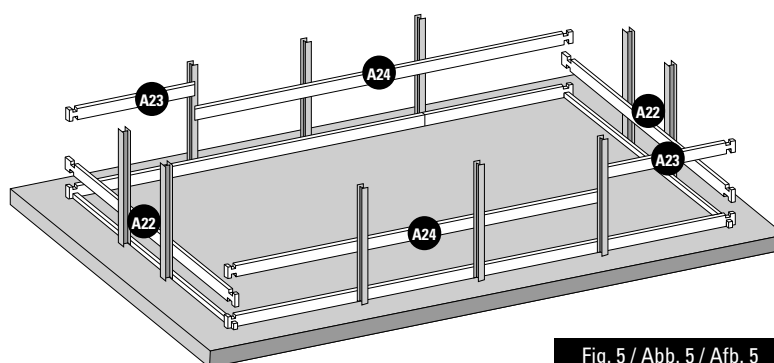

Fig. 5 / Abb. 5 / Afb. 5
- EN** **2nd LAYER OF BOARDS:** • Install the second layer of boards as shown in figure 5. • There is a wooden wedge in the structure packet to correctly assemble the boards. • Never directly hit against the boards. You would damage the pegs and would weaken the structure. Do not hit them with anything metallic. This would inevitably damage the wood. • Try to correctly assemble the boards right from the start. There should not be any space between each layer of boards to avoid maladjustment of the higher boards.
- FR** **2^{ÈME} RANGÉE DE MADRIERS :** • Positionnez les madriers de la deuxième rangée conformément à la figure 5. • De manière à emboîter correctement les madriers, une cale en bois est à votre disposition dans le colis de structure. • Ne pas taper directement sur les madriers. Cela abîmerait les languettes et nuirait à la solidité de la structure. • Ne pas frapper avec une pièce métallique. Cela détériorerait le madrier irrémédiablement. • Veillez à emboîter bien à fond les madriers dès le départ. Il ne doit pas y avoir d'espace entre chaque rangée pour éviter un décalage au niveau des madriers supérieurs.
- DE** **2. BRETTERREIHE:** • Platzieren Sie die Bretter der zweiten Reihe laut Abb. 5. • Um die Bretter richtig anbringen zu können, finden Sie einen Holzkeil im Paket des Tragwerks. • Nicht direkt auf die Bretter klopfen. Das würde die Zapfen und die Festigkeit des Tragwerks beschädigen. • Nicht mit einem Metallteil darauf klopfen. Es würde das Holz unabänderlich beschädigen. • Versuchen Sie, die Bretter von Anfang an tiefgehend ineinander zu fügen. Zwischen den Reihen darf kein Platz sein, um eine Fehlanpassung der oberen Bretter zu vermeiden.
- NL** **2ª RIJ PLANKEN:** • Plaats de planken van de tweede rij zoals aangegeven op afbeelding 5. • Om de planken correct te assembleren, zit er een houten wig in het pakket van het frame. • Sla niet direct op de planken. Daardoor gaan het profiel kapot en wordt de stevigheid van het frame ondermijnd. • Sla er niet direct op met metaal. Hierdoor raakt het hout onherstelbaar beschadigd. • Zorg ervoor dat de planken vanaf het begin stevig op elkaar aansluiten. Er mag geen ruimte tussen de rijen overblijven, om te voorkomen dat de bovenste houtdelen onregelmatig uitkomen.